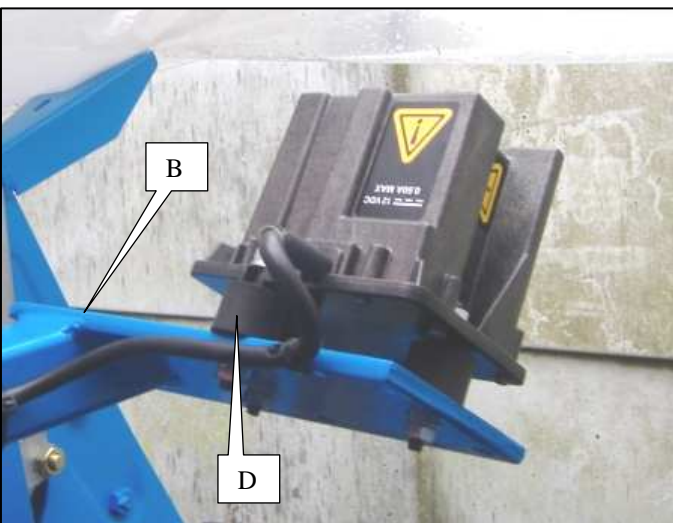

Fig. 3
Nel modello NX, fissare la scatola sensore F (fig. 3) sull'asse superiore blocco ruota.
-Fixer le radar sur son support à l'aide des 3 pièces de fixation caoutchoutées D (Fig.3).
-Secure the radar on its bracket using the 3 rubber securing parts D (Fig.3).
-Befestigen Sie den Radar auf seinen Träger mit Hilfe der 3 Gummi-Befestigungsstücke D (Abb. 3).